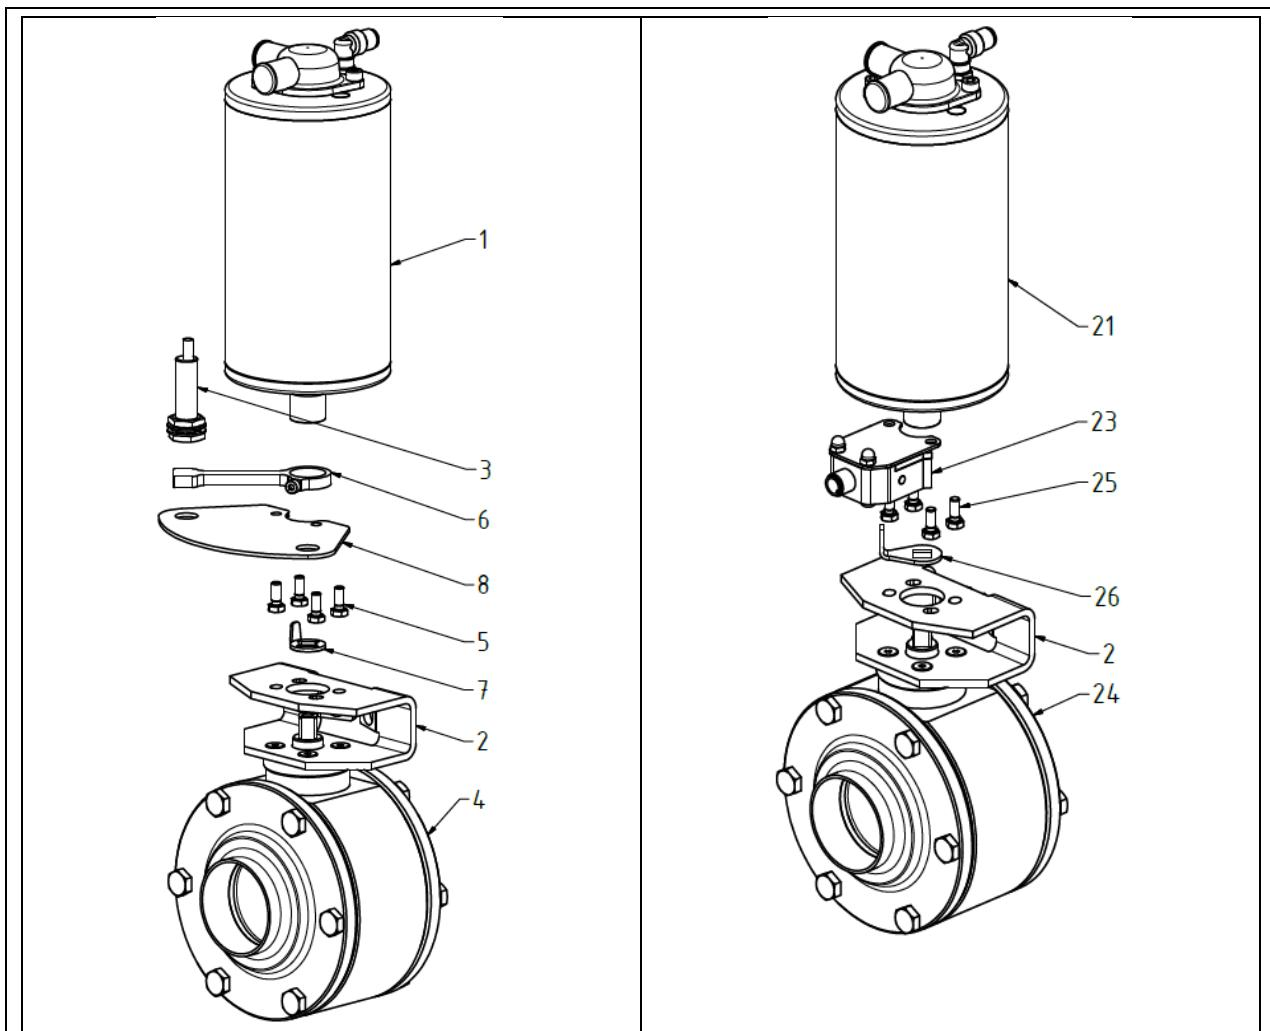

Abb. 6-10: Pneum. Antrieb mit alternativer Rückmeldung
- Lösen Sie die Sechskantschrauben (Abb. 6-10, Pos. 5) und ziehen Sie den pneumatischen Antrieb (Abb. 6-10, Pos. 1) nach oben ab.
- Befestigen Sie das Halteblech (Abb. 6-10, Pos. 8) mittels der Sechskantschrauben (Abb. 6-10, Pos. 5) an der Haltekonsole (Abb. 6-10, Pos. 2) und dem pneumatischen Antrieb (Abb. 6-10, Pos. 1).
- Führen Sie dabei die Schaltfahne (Abb. 6-10, Pos. 6) über die Antriebswelle des Antriebes und klemmen diese fest.
- Befestigen Sie die Single-Initiatoren (Abb. 6-10, Pos. 3) in den Löchern des Haltebleches (Abb. 6-10, Pos. 8).
- Achten Sie darauf, dass das Ende der Schaltfahne (Abb. 6-10, Pos. 6) bei Stellung „offen“ oder „geschlossen“ genau unter einem der Initiatoren steht. Beachten Sie dabei die Drehrichtung des Antriebs (siehe Abschnitt „3.3.2 Kugelventil mit pneumatischem Antrieb“). Der Abstand zwischen Schaltfahne und Stirnfläche des Initiators sollte 2 bis 3 mm nicht überschreiten.
- Ersetzen Sie den Stellungsanzeiger (Abb. 6-10, Pos. 7) durch den Schaltnocken (Abb. 6-10, Pos. 26).
- Befestigen Sie das Halteblech mit Doppelinitiator (Abb. 6-10, Pos. 23) mittels der Sechskantschrauben (Abb. 6-10, Pos. 5) an der Haltekonsole (Abb. 6-10, Pos. 2) und dem pneumatischen Antrieb (Abb. 6-10, Pos. 1).
- Achten Sie darauf, dass die Kontaktfahne des Schaltknockens (Abb. 6-10, Pos. 26) bei Stellung „offen“ oder „geschlossen“ genau vor einem der Initiatoren steht. Beachten Sie dabei die Drehrichtung des Antriebs (siehe Abschnitt „3.3.2 Kugelventil mit pneumatischem Antrieb“). Der Abstand zwischen Kontaktfahne und Stirnfläche des Initiators sollte 1 bis 2 mm nicht überschreiten. Der Schaltknocken darf in keiner Stellung den Initiator berühren.